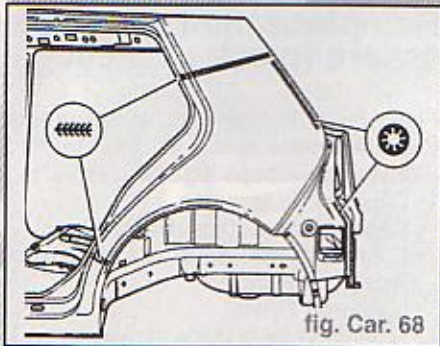

fig. Car. 68
- Effectuer la soudure en bord à bord des zones d'accostage en cordon continu sous gaz de protection (fig. Car. 68)